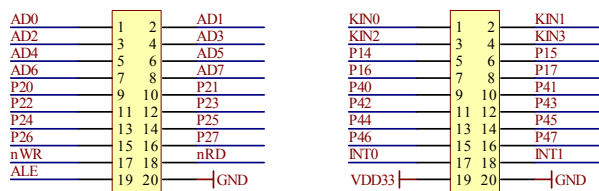

图 19 扩展总线和 IO 端口
9) IO 口和总线扩展电路。学习板尚未使用的信号用两个 20 脚插座引出，可以在上面扩展其他电路。这部分信号包括总线 AD0~AD7, nWR 和 nRD, ALE, 中断信号 INT0 和 INT1, IO 端口 P4.0~P4.7, P1.0~P1.7, 其中 P1.0~P1.3 是和键盘 KIN0~KIN3 复用的。插座见图 19 所示。